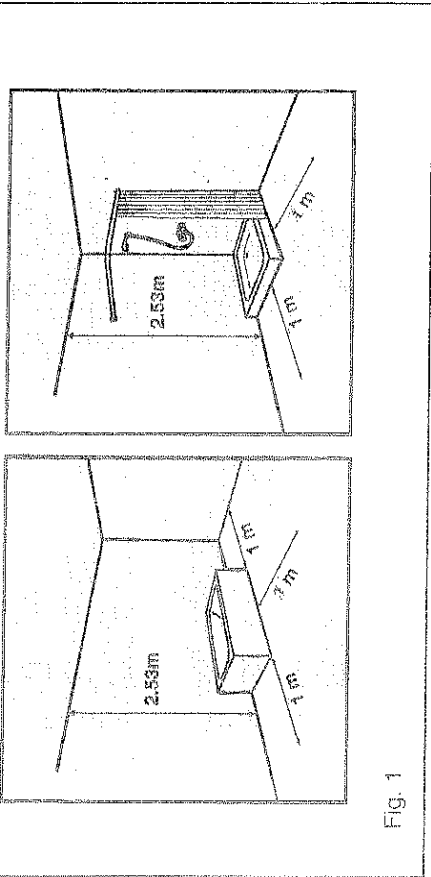

Fig. 1
- en dehors des zones colorées (fig. 1).
- - niet binnen de gekleurde gebieden (fig. 1).